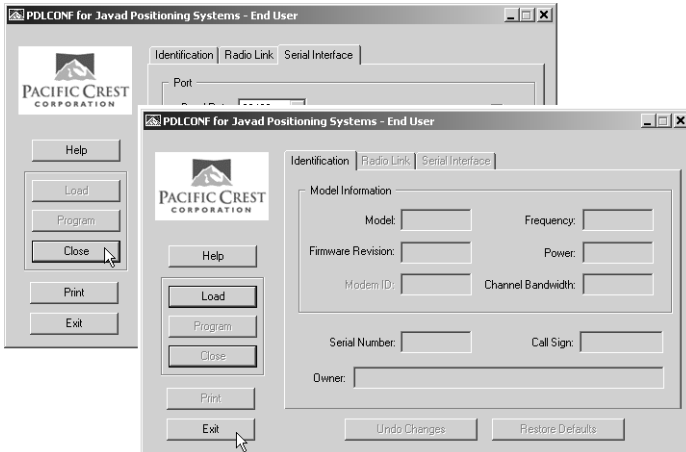

Figura 2-34. Hacer clic en Close y después en Exit
13. Haga clic en **Close** (Cerrar) y después en **Exit** (salir) para salir del programa (Figura 2-34 en la página 2-41).